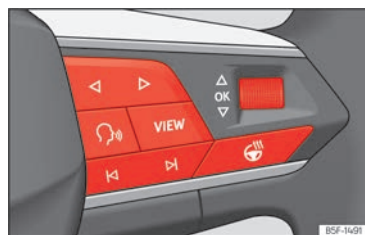

Abb. 10 Rechte Seite des Multifunktionslenkrads: Bedienelemente für die Menüs und Informationsanzeigen im Kombi-Instrument (modellabhängig).
Solange eine Warnung der Priorität 1 vorliegt, » S. 26, kann auf kein Menü zugegriffen werden. Einige Warnmeldungen können über die Taste **OK** am Multifunktionslenkrad bestätigt und ausgeblendet werden » (Abb. 10).
- Falls eine Meldung oder das Fahrzeug-Piktogramm angezeigt wird, drücken Sie die Taste **OK** **>>>** (Abb. 10); ggf. mehrere Male.